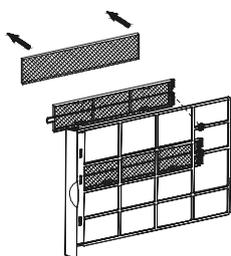

Figura 16
- Sostituire i due elementi filtranti ed assicurarli nelle cornici (Vedi Figura 16).